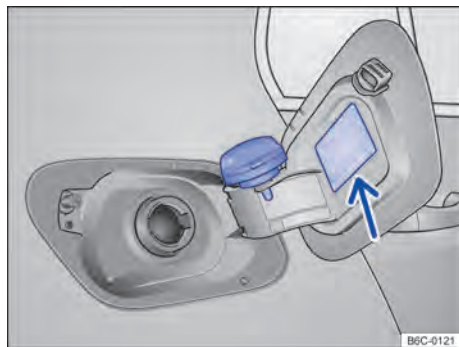

Fig. 124 Portinhola do tanque de combustível aberta com a tampa do tanque de combustível pendurada.
- Remover a tampa do tanque girando-a no sentido anti-horário e encaixá-la no suporte na portinhola do tanque → Fig. 124.